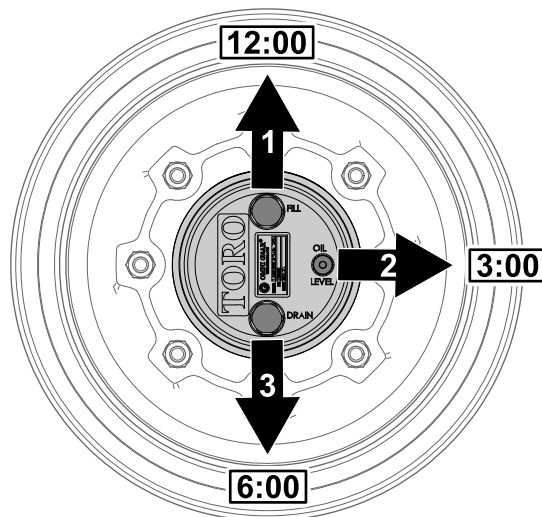

図 98
1. 水平な床面で、補給プラグが時計の 12 時の位置、点検プラグが 3 時、ドレンプラグが 6 時の位置を指すように駐車する 図 98。
2. 3 時の位置にある点検プラグを外す 図 98。
1. 水平な床面で、補給プラグが時計の 12 時の位置、点検プラグが 3 時、ドレンプラグが 6 時の位置を指すように駐車する 図 98 プラネタリギアオイルの点検 \(ページ 63\) を参照。